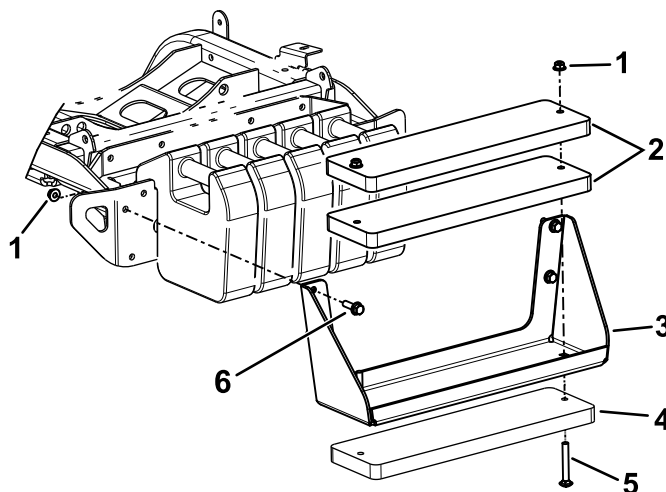

Figura 22
Nota: Fate riferimento a Figura 22 per questi passaggi.
- A. Utilizzate i bulloni ($\frac{3}{8}$ " x 4") e i dadi ($\frac{3}{8}$ ") per fissare le 3 zavorre alla staffa (Figura 22).
- B. Utilizzate i bulloni a testa esagonale e i dadi (inclusi nel kit) per fissare la staffa della zavorra alla macchina (Figura 22).
- A. Rimuovete la staffa della zavorra dalla macchina (Figura 22).
- C. Utilizzate i bulloni ($\frac{3}{8}$ " x 4") e i dadi ($\frac{3}{8}$ ") per fissare le 3 zavorre alla staffa (Figura 22).
- D. Utilizzate la bulloneria rimossa in precedenza per fissare la staffa della zavorra alla macchina (Figura 22).